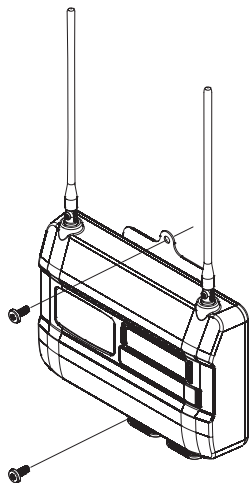

図4
- ① 付属のネジ (プレジャータッピング 4×16) 2本で固定します (図4参照)。